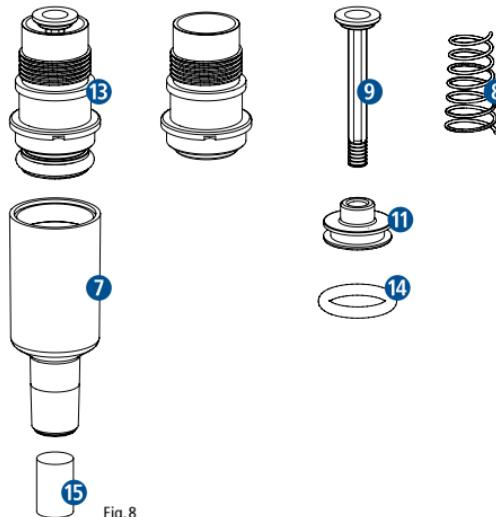

Fig. 8
- Svitare con cautela in senso orario il cono della pipetta ⑦ e il gruppo pistone ⑬. Togliere con forza l'anello di supporto ⑪ dal pistone ⑨. In seguito alla rimozione dell'O-ring ⑭ è possibile pulire la molla ⑧ e il pistone (Fig. 8).